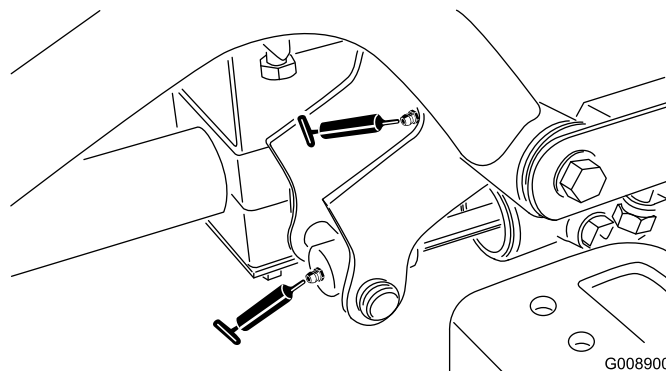

**Bild 30**
- SideWinder-Zylinderenden (2) (Bild 30)